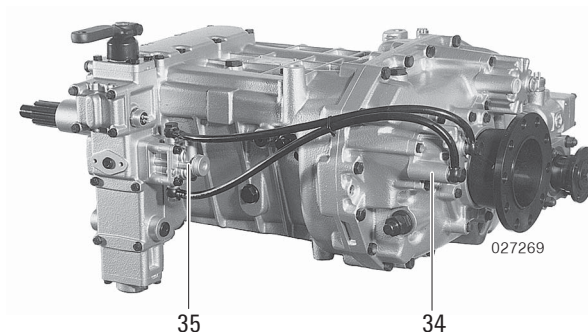

Рис. 9
1. Залить в отверстие для заправки (см. Рис. 9, Поз. 1) масло до начала переливания.